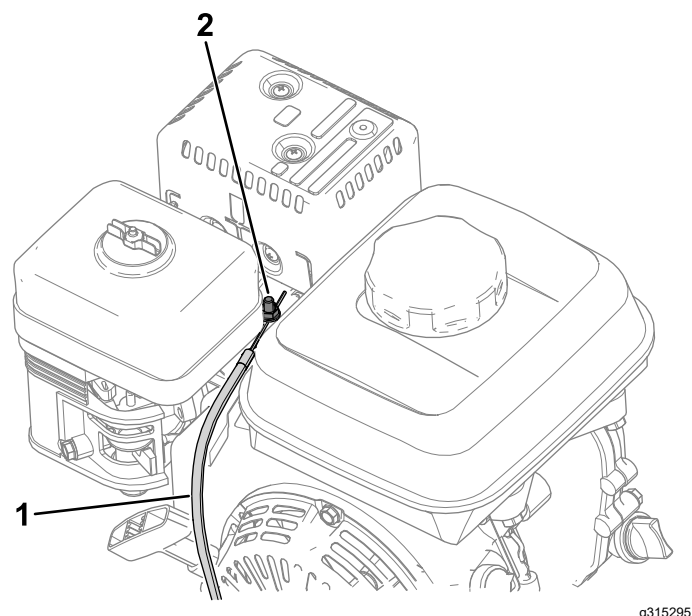

Figura 37
4. Allentate la vite sul fermo della condotta del cavo (Figura 37).